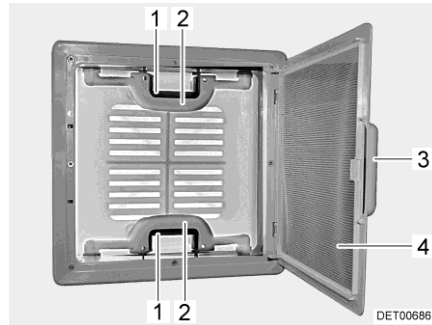

Bild 61 Taklucka med snäpplås
- Drag i handtaget (Bild 61,3).
- Fäll ned insektsskyddet (Bild 61,4).
- Tryck snäpplåset (Bild 61,1) mot takluckans insida. Tryck samtidigt takluckan uppåt med handtaget (Bild 61,2).
- Fäll upp insektsskyddet (Bild 61,4) så att det hakar i.
- Drag kraftigt ner takluckan med hjälp av båda handtagen (Bild 61,2) så långt, att snäpplåsen (Bild 61,1) går i lås.